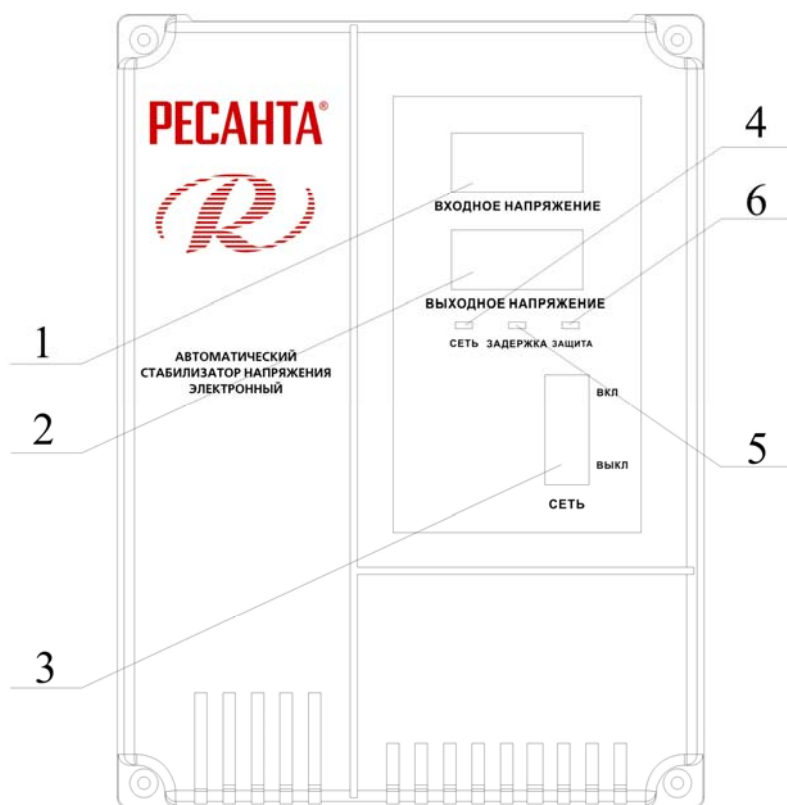

РИС. 2
- Убедиться в том, что выключатель (рис. 2, поз. 3 ) находится в положении «выкл»;
- Перевести выключатель (рис. 2, поз. 3 ) в положение «вкл» на 10 секунд;
- Дисплей (рис. 2, поз. 2 ) должен показывать 220 В при работе стабилизатора в штатном режиме;
- Перевести выключатель (рис. 2, поз. 3 ) в положение «выкл».
- Установить выключатель (рис. 2, поз. 3 ) в положение «вкл».
1. Не горит индикатор «сеть»	<ol style="list-style-type: none"><li>1. Стабилизатор не подключен к сети.</li><li>2. Проверить, включен ли выключатель (рис. 2, поз. 3).</li></ol>